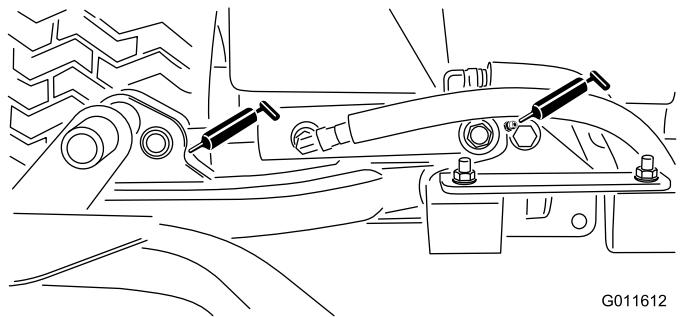

図 30
- 昇降アームのシリンダ各カッティングユニットの2ヶ所— 図 30
- 昇降アームのピボット各アームに1ヶ所— 図 30